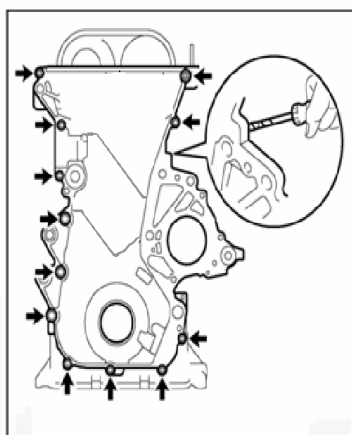

Рисунок II-80
12. Снять 11 болтов и гайку (см. Рисунок II-80).